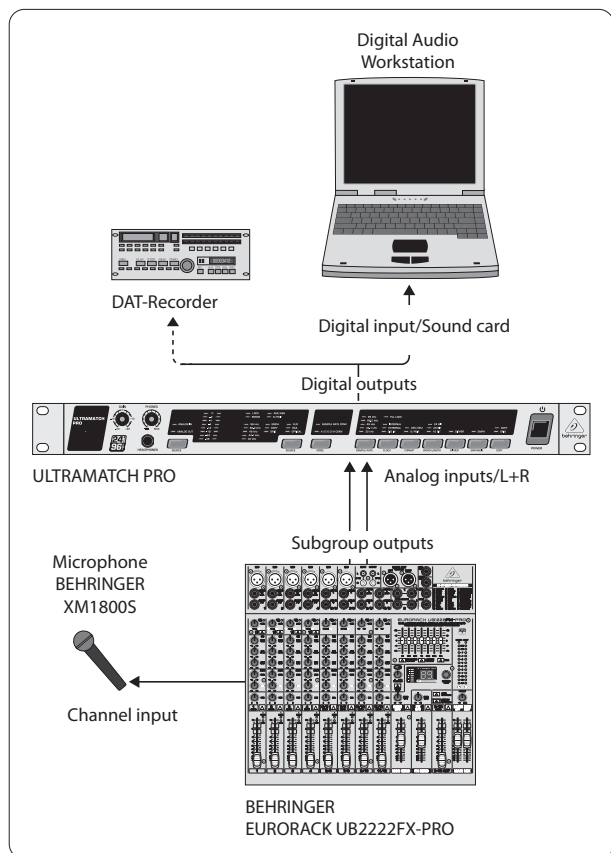

図 3.1: マイク信号の A/D 変換例
ULTRAMATCH PRO は 高品質 A/D・D/A コンバーターを内蔵しています。SRC2496 は、アナログオーディオデータのデジタル加工、アナログ信号の直接変換およびデジタル媒体への記録作業に大いに役立つツールとしてご使用いただけます。通常、アナログ入力にはスタジオレベル (+4 dBu) が設定されていますが、GAIN コントローラーによる低レベル信号への適合も従来どおり可能です。入力信号レベルを適合させるには、レベル調整ディスプレイ ⑨ をご利用ください (第 2.1.1 章参照)。この場合の結線例に関しては図 3.1 および 3.2 をご参照ください。
図 3.1 には、信号ソースをデジタルレコーダー (ここではハードディスクレコーディング) へ録音する際の結線例を示しています。お手持ちの HD レコーディングシステムにデジタルインターフェイスが装備されていれば、ULTRAMATCH PRO によりサウンドカードの A/D コンバーターが不要となり、PC からの干渉を抑えることが可能となります。ミキサーのサブグループ出力を利用し、該当サブグループを配分すること (ルーティング) により、複数の信号ソースを同時に録音することも可能です。